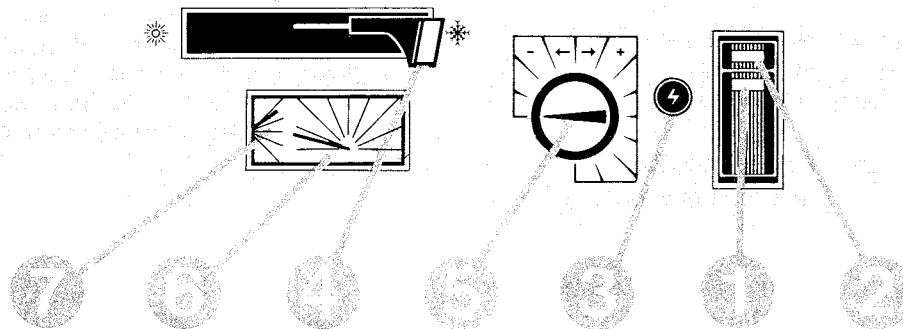

Fig. 10
Il suffit de fermer l'arrivée de gaz en appuyant sur le bouton-poussoir rouge (2 fig. 10).
Au cours de la montée de la température de l'eau de chauffage, on observera que la pression lue au manomètre s'élève, mais celle-ci ne devra pas dépasser la valeur de 3 bar lorsque la température maximale sera atteinte (7 fig. 10).
(fig. 10)
- Placer le levier sur position chauffage (4 fig.10) c'est-à-dire à droite.
- Placer le bouton de réglage du thermostat de chauffage sur la position maximum (5 fig. 10).
- Ouvrir le robinet d'arrêt gaz, puis appuyer à fond sur le poussoir vert de mise en marche (1 fig. 10). Laisser débiter quelques instants (10 - 15 sec.) afin de chasser l'air pouvant se trouver dans les canalisations puis, tout en maintenant ce poussoir enfoncé, allumer la veilleuse en appuyant sur le poussoir de l'allumeur piézo-électrique (3 fig. 10).
Si le levier est tourné sur position «hiver», le gaz est admis au brûleur. En position «été», il n'y aura du gaz au brûleur que lors du puisage d'eau chaude sanitaire (4 fig. 10 - à gauche).